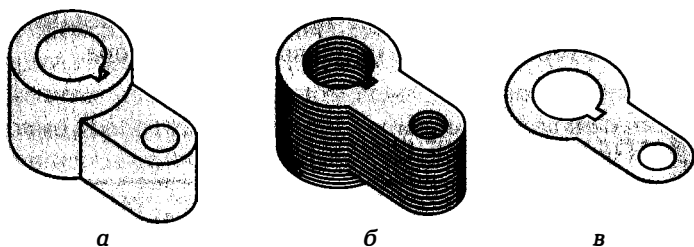

Рис. 7.9. Формирование сечений для печати 3D-принтера:
- считывание трехмерной геометрии из 3D-CAD-систем (рис. 7.9, а) в формате STL (обычно твердотельные модели или модели с замкнутыми поверхностными контурами). Все CAD-системы твердотельного моделирования могут выдавать файлы STL (рис. 7.9, б);
- разбиение трехмерной модели на поперечные сечения (слои) с помощью специальной программы, поставляемой с оборудованием или используемой как приложение (рис. 7.9, в);